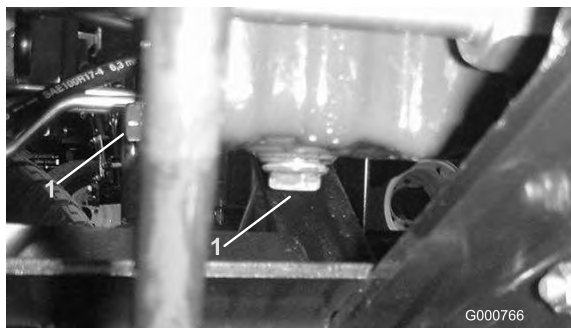

図 55
- ドレン・プラグ（図 55）を外してオイルを容器に受ける。オイルが抜けたらドレン・プラグを取り付ける。